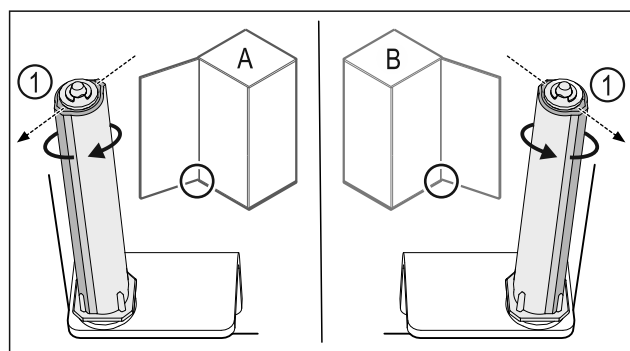

Fig. 28 Butée à gauche (A) / butée à droite (B)
- Tourner le système de fermeture contre la résistance jusqu'à ce que son arête Fig. 28 (1) pointe vers l'extérieur.